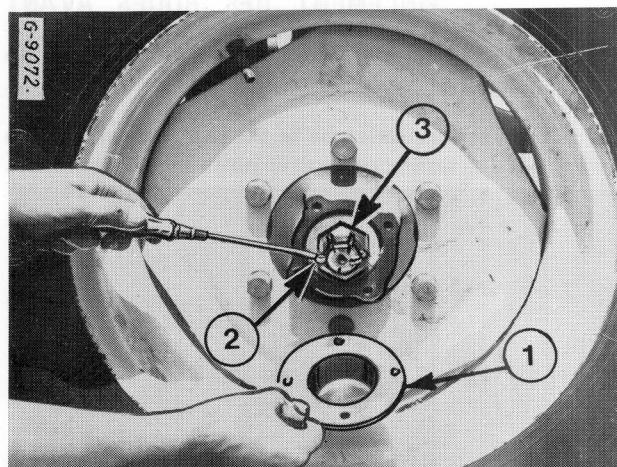

Figure 109
Otez les chapeaux de moyeux (1) Fig. 109 et les goupilles (2).